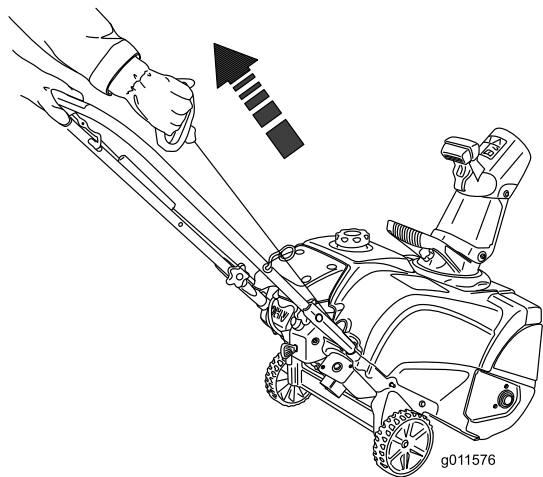

Рисунок 20
4. Присоедините удлинительный кабель к источнику питания и снегоочистителю, затем нажмите кнопку электрического стартера (только у модели 38283) (Рисунок 19) или вытяните рукоятку механического стартера (Рисунок 20).